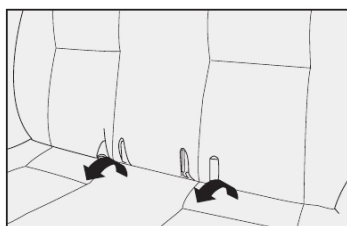

fig. 105
1) Recolher aos seus respectivos alojamentos no banco traseiro as fivelas e o cinto de segurança central **fig. 105**;